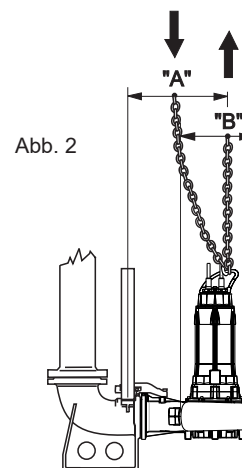

Abb. 2
- 1.5. - Wenn Sie die Elektropumpe aus ihrem Sitz entfernen möchten, trennen Sie zunächst die Stromkabel vom Bedienfeld und heben Sie sie an, wie auf Seite 10 angegeben (Abb.2). Waschen Sie die Elektropumpe mit einem sauberen Wasserstrahl von innen und außen, um eventuelle Rückstände der gepumpten Flüssigkeit zu entfernen. Achten Sie darauf, eine Schutzbrille, Gummihandschuhe, einen Mundschutz und eine wasserdichte Schürze zu tragen.